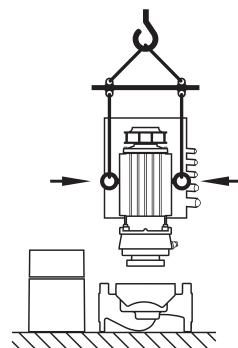

Fig.25: Moottori-juoksupyöräyksikon kuljetus
- Jos kuljetussilmukat irrotetaan tai ne on irrotettu moottorilaipasta ja ne kiinnitetään tai ne on kiinnitetty moottorikoteloon, niitä saa käyttää vain moottori-juoksupyöräyksikon kantamiseen tai kuljettamiseen (Fig. 25), mutta ei koko pumpun kuljettamiseen eikä